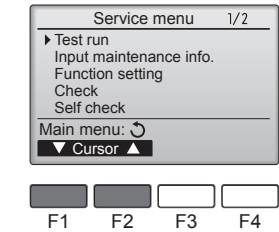

Fig. 6-3
- ③ Выберите режим “Test run” (Тестовый прогон) кнопкой [F1] или [F2], затем нажмите кнопку . (Fig. 6-3)